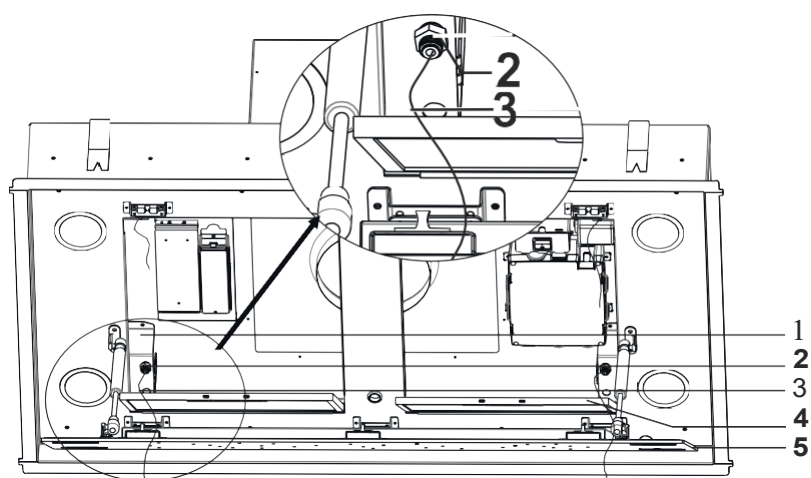

Fig. 11
5. ➔ Fäll ut sugplattan på kanten genom att greppa hörnen och dra försiktigt (Fig. 11/5).
Ta bort fettfiltren (Fig. 11/4) och trä stålvararna genom säkerhetslåsen uppifrån och ner (Fig. 11/2). Gäller alla fyra stålvaror som följer med